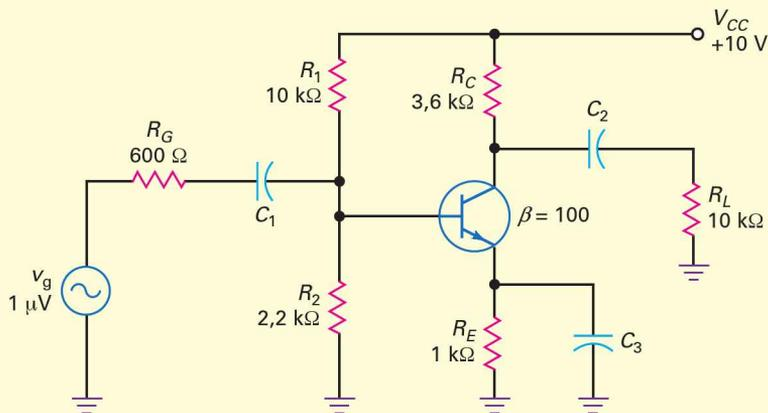

Figure 8.30
L'ampli EC de la figure 8.30 a une tension AC sur la charge nulle. Si la tension collecteur DC est égale à 6 V et la tension AC à 70 mV, quel est le défaut ?
L'ampli EC de la figure 8.30 présente une tension AC égale à 0,75 mV sur l'émetteur et une tension AC égale à 2 mV sur le collecteur. Quelle est la panne ?
8.14 Avez-vous compris ? Dans l'amplificateur EC de la figure 8.30, que se passerait-il, du point de vue des tensions AC et DC du transistor, si la diode EB du transistor était coupée ?